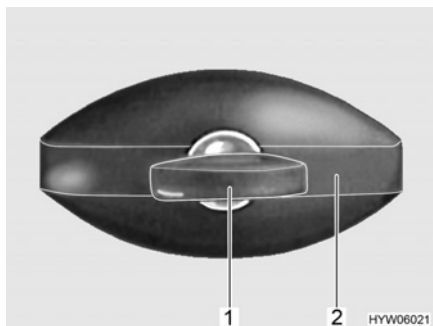

Bild 21 Lucklås (ellipsformat, låst)
- Stick in nyckeln i låscylindern (Bild 21,1) och vrid ett kvarts varv moturs. Låshandtaget (Bild 21,2) frigörs.